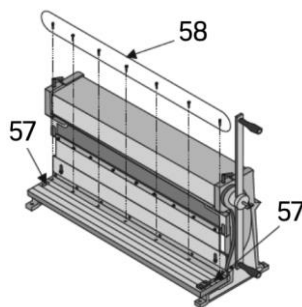

fig. 4
1. Retirez les vis (n° 58) de la lame de coupe inférieure (fig. 4).